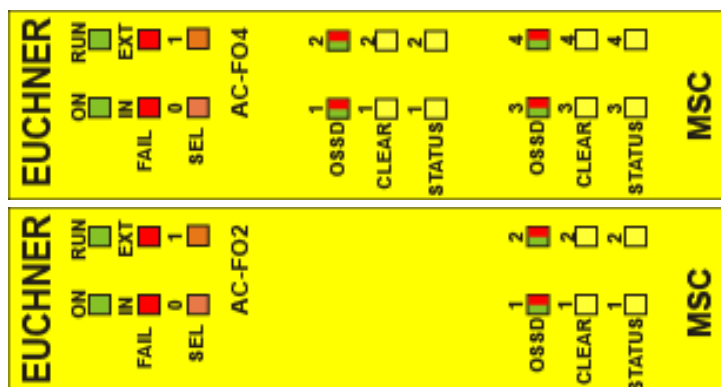

Bild 38:
8.4.8. Module AC-F02/AC-F04 (Bild 38)